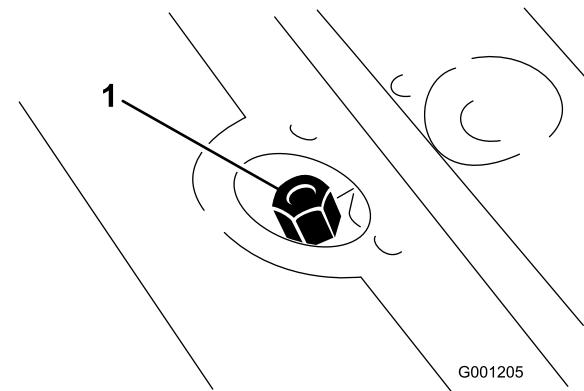

Figura 25
2. Retire a tampa da vareta (Figura 25) do tubo de enchimento e limpe-a com um pano limpo. Volte a colocar a tampa da vareta no tubo de enchimento, apertando-a com os dedos; depois, retire a vareta e verifique o nível de fluido. Se o nível for inferior a